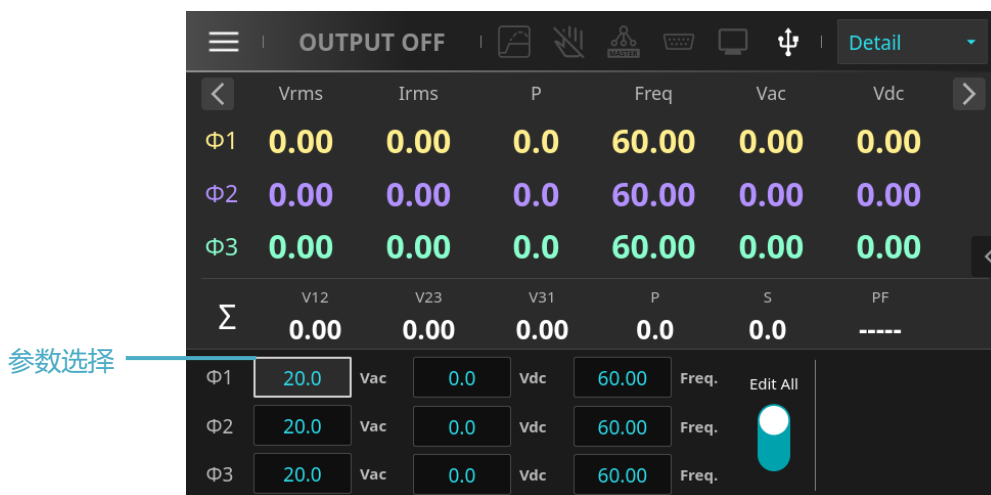

图 4-7 旋钮选择参数项目
- 旋钮可用于参数设定选择，于设备待机主画面时，顺时针转动旋钮会选择下一个参数设定项目，此时被选择的参数项目外框为白色(如图 4-7 所示)，逆时针转动则会选择上一个参数设定项目。